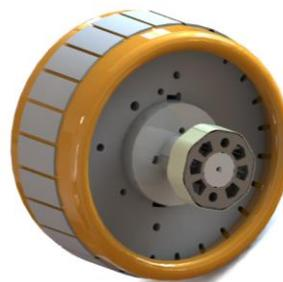

Figura 14.24: Rotor de la excitatriz y Rotor de la PMG
2. Montar el rotor de la excitatriz y el rotor de la PMG con el nuevo casquillo, conforme la Figura 14.24.